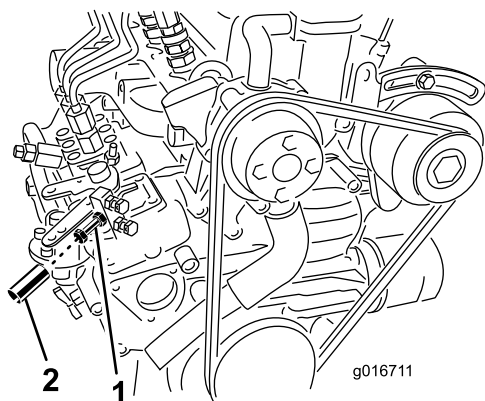

Figure 4
3. À l'aide d'un compte-tours et de la vis de réglage du papillon sur le moteur (Figure 4), réglez le régime moteur à 3 200 tr/min maximum, puis serrez l'écrou de blocage sur la vis de réglage.
5. Glissez le tube d'aluminium sur la vis de réglage et l'écrou de blocage (Figure 4) et sertissez-le sur la vis pour prévenir tout nouveau réglage de cette dernière.